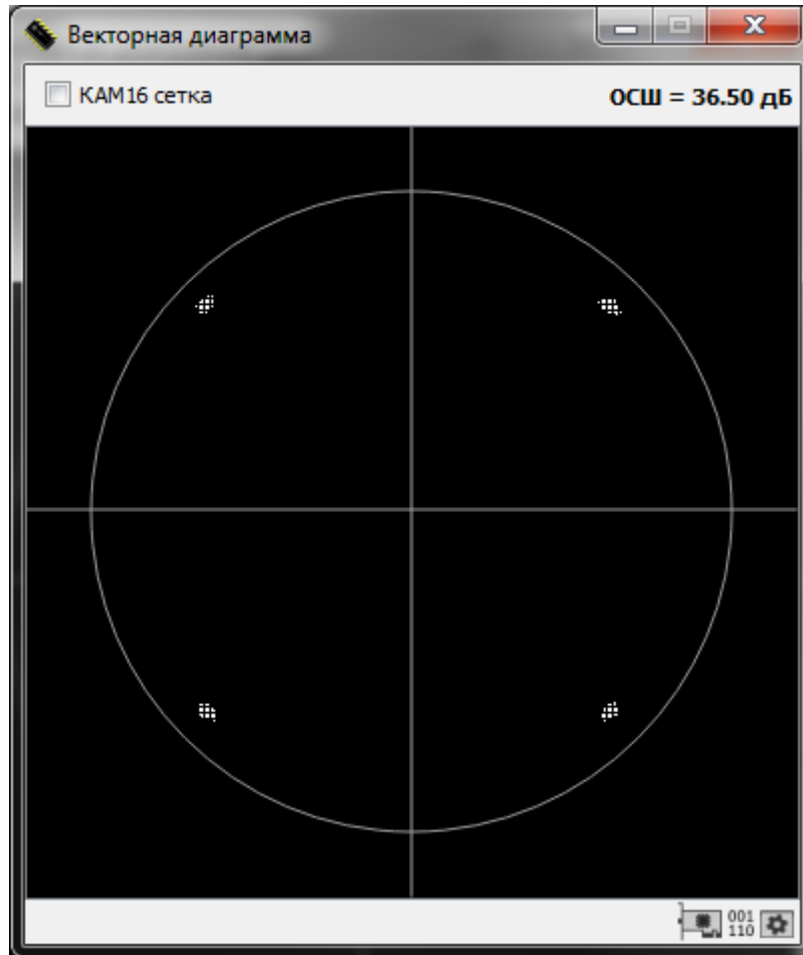

Рис. 27
– «Векторная диаграмма» - открывает окно просмотра векторной диаграммы сигнала. Используется для визуального контроля точек сигнального «созвездия» принимаемого сигнала (Рис. 27). Внизу окна векторной диаграммы расположен индикатор поступления данных  100 011  ;